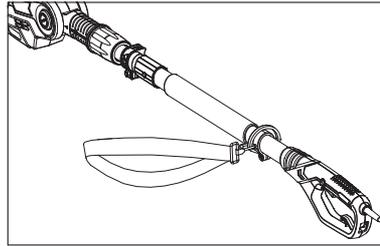

Fig. 2
3. Assurez-vous que la poignée arrière [12] est correctement alignée avec la lame [1] (Fig. 2).